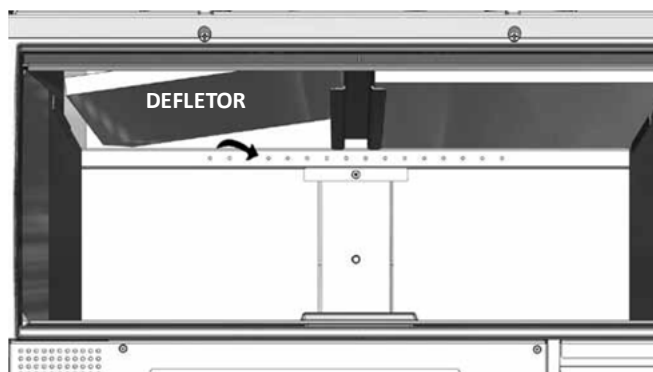

FIG. 7 - Nature 100
**Modelo Nature 100:** Deslizar o defletor para cima pela zona central como descrito na figura; levante mais um lateral do que o outro até poder descê-lo entre as duas peças metálicas e tirá-lo da fornalha. Preste atenção: a vermiculite é frágil (Fig. 7).